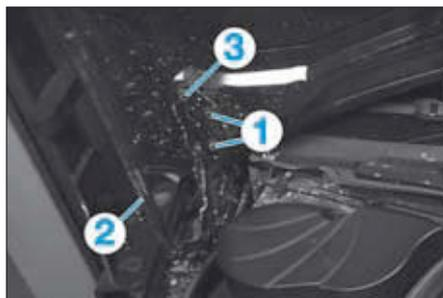

FIG. 78
- Déposer les vis (1) (Fig.78).
- à l'aide d'un deuxième opérateur, désolidariser le vérin (2) du capot moteur en déposant son agrafe.
- déposer la vis (3).